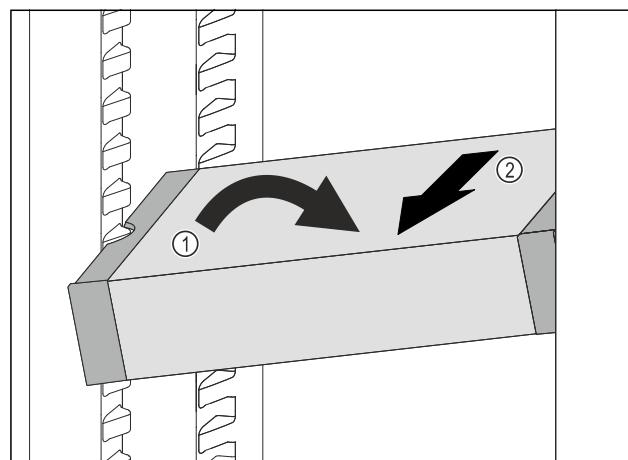

Fig. 119
- VarioSafe postavte v chladničke šikmo. Fig. 119 (1)
- VarioSafe vyberte dopredu. Fig. 119 (2)